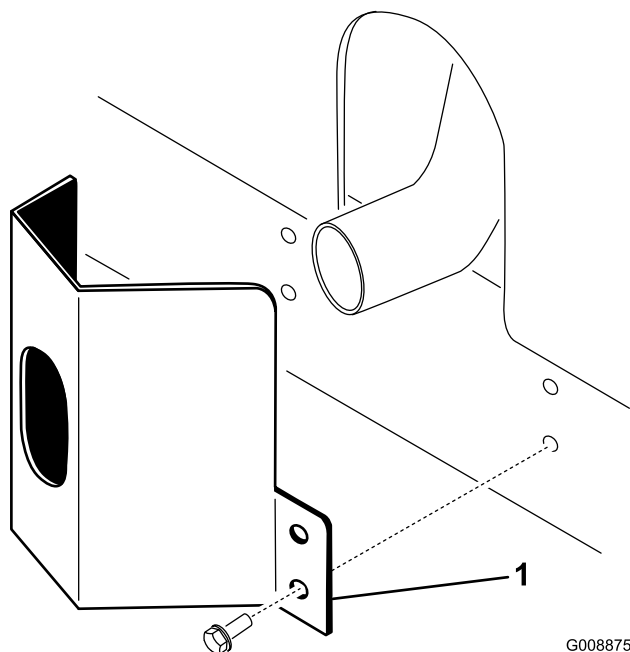

Figura 9
1. Coloque a cobertura do escape à volta da panela do escape, enquanto estiver a alinhar os orifícios de montagem com os orifícios no chassis (**Figura 9**).
2. Prenda a cobertura do escape ao chassi utilizando 4 parafusos autorroscantes (Figura 9).